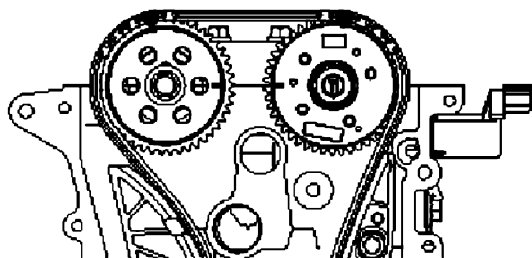

图 8-48 设置 1 缸活塞于压缩行程 TDC 位置
2) 对齐曲轴链轮正时标记和气缸盖的上表面, 将1缸活塞设置在压缩行程 TDC 位置, 如图 8-48 所示。